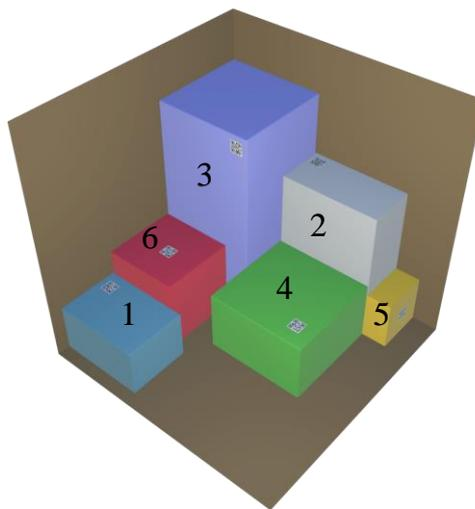

Рис. 2. Вариант после компоновки
- Укладка малых коробок в большую не требует обратной связи по видеопотоку (может быть реализована по желанию участников). Контроль компактности и правильности укладки коробок осуществляется визуально (рис. 2).